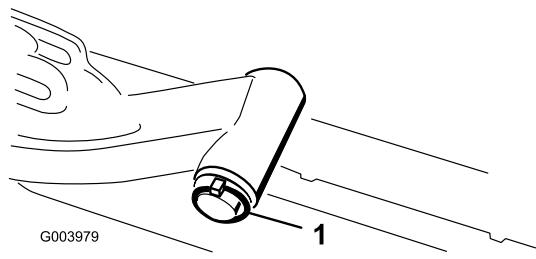

図11
を外し、昇降アームからピボットのシャフトを抜き出す図11。
- C. 昇降アームのシャフトを昇降アームに通して、ワッシャとリンチピンで固定する図11。